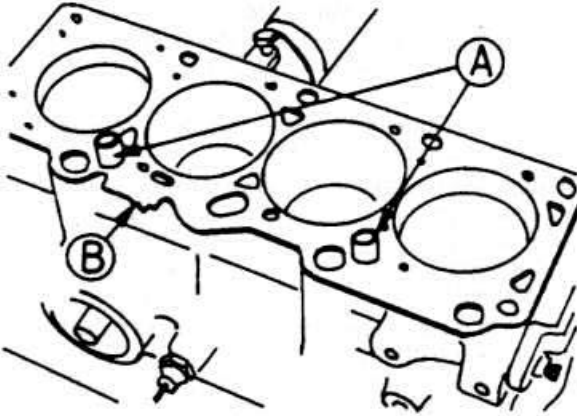

Рис. 2.40
- ♦ Установите новую прокладку головки блока (рис. 2.40).
- два зубчика (В, рис. 2.40) на краю обозначают прокладку для двигателя 1.4i.